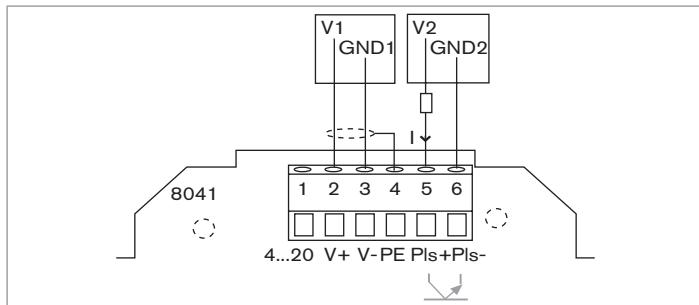

Fig. 21 : Raccordement de la sortie fréquence à un compteur électronique avec alimentation propre
- ou à une charge telle qu'un compteur électronique avec alimentation propre (voir Fig. 21).